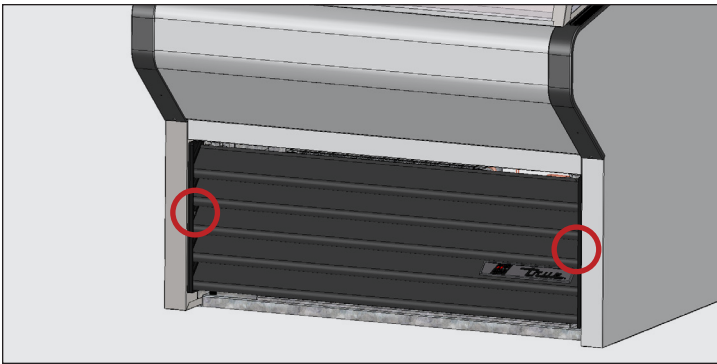

Fig. 1. Emplacements des vis de la grille de ventilation.
2. Retirez la vis fixant la grille de ventilation à l'armoire. Voir fig. 1.